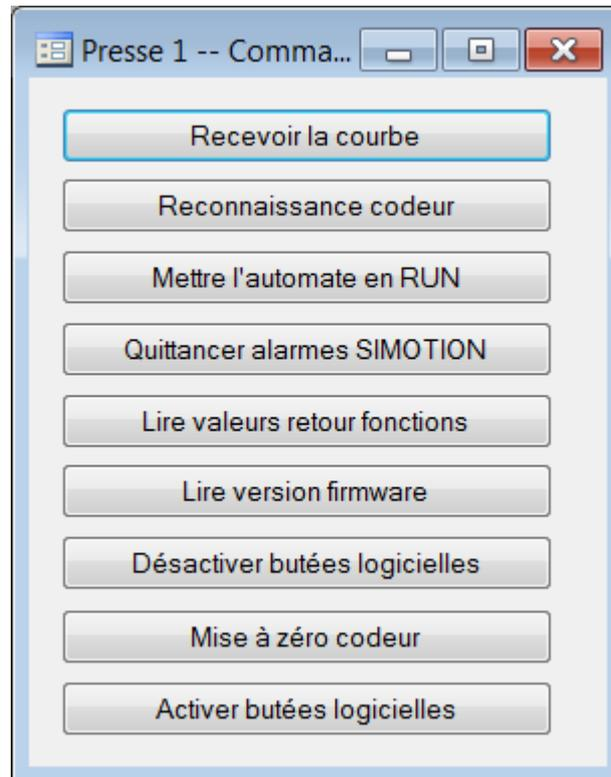

Figure 1: Menu des commandes "Expert"
1. Pour commencer, il faut que l'arrêt d'urgence soit enclenché pour pouvoir effectuer la reconnaissance du codeur. Ensuite, dans l'arborescence du projet, faites un clic-droit sur l'onglet "Presse" puis, dans le menu déroulant qui s'affiche, sélectionnez "Commande expert". Une fois ce menu sélectionné, la fenêtre de la figure 1 s'ouvre.